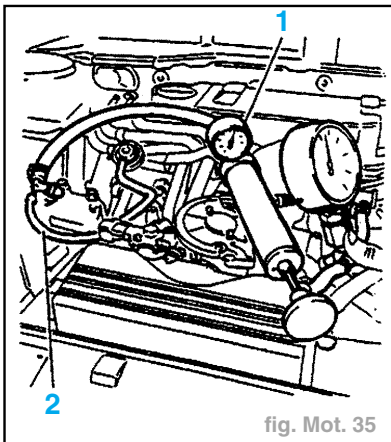

fig. Mot. 35
- Brancher la pompe (1) à l'extrémité du régulateur (2) (fig. Mot. 35).
- Augmenter la pression à 3 bar à l'aide de la pompe (1).